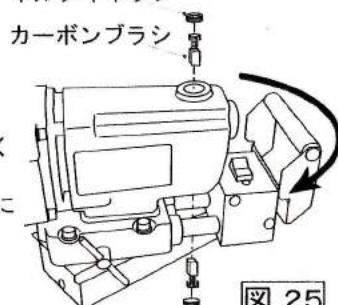

図 25
- ① 電源プラグをコンセントから抜いてあることを確認してください。
- ② 固定ハンドルを緩めロックを解除し、本体上部を最後位置に 移動します。その位置でモーターを少し上げる感じで矢印方向 に旋回すると交換ポジションになります。(図25)